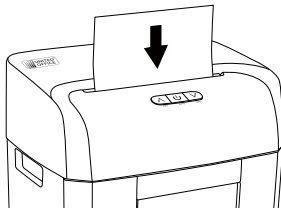

Fig. 3
- ◆ Insérez le papier à la verticale par le haut et centré dans la fente de coupe **4** (voir fig. 3). L'appareil démarre automatiquement et s'éteint aussi automatiquement lorsque l'utilisateur n'introduit plus de papier.